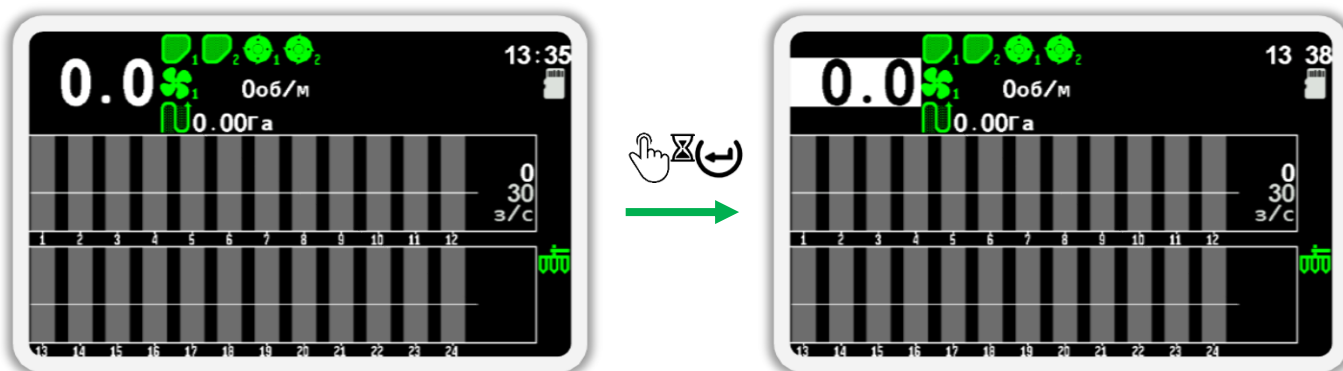

Рисунок 36 Переход в режим настройки датчиков. На рисунке справа изображен выбранный датчик скорости (его фон окрашен белым цветом).
- Находясь на главном экране (см. Рисунок 36), на пару секунд нажмите кнопку   «Меню» для перехода в режим настройки параметров датчиков.